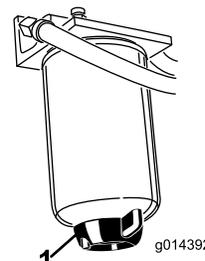

Figura 30
Spurgate ogni giorno l'acqua e altre sostanze contaminanti dal separatore di condensa (Figura 30).
2. Allentate il tappo di spurgo situato nella parte inferiore della scatola del filtro (Figura 30).